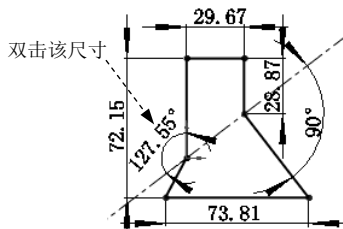
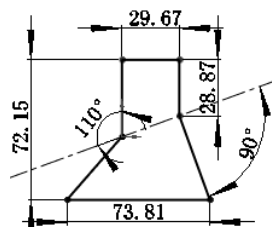

图 4.14.4 添加并修改图形尺寸
图 4.14.5 修改后的图形尺寸
选择下拉菜单 **工具(T)** → **尺寸(S)** →  智能尺寸(S) 命令，添加图 4.14.4 所示的尺寸约束。
Step1. 在如图 4.14.4 所示的图形中，双击要修改的尺寸，在系统弹出的“修改”对话框的文本框中输入角度数值 110，单击  按钮；单击“尺寸”对话框的  按钮，完成尺寸的修改，如图 4.14.5 所示。